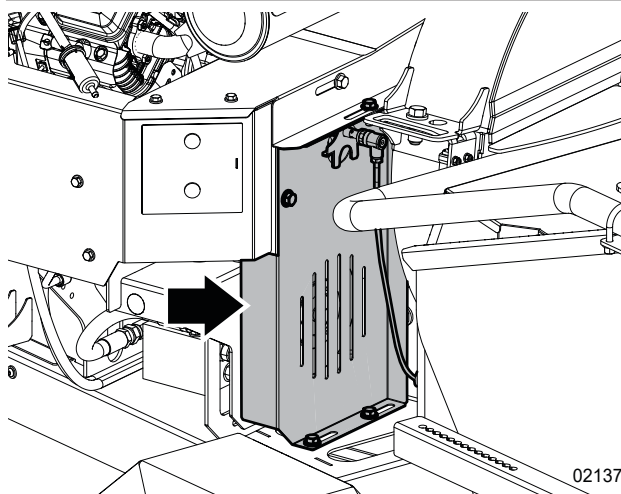

Fig. 49 – Abaisser le protège-courroie
1. Retirez les fixations inférieures du protège-courroie d'entraînement et la protection. Consultez la Fig. 49.